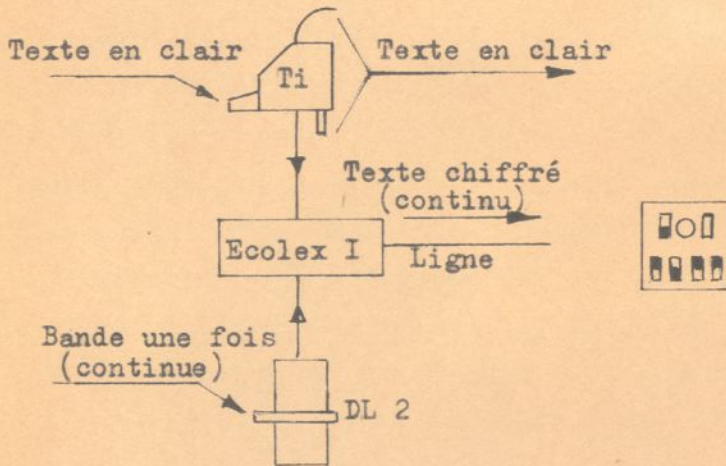
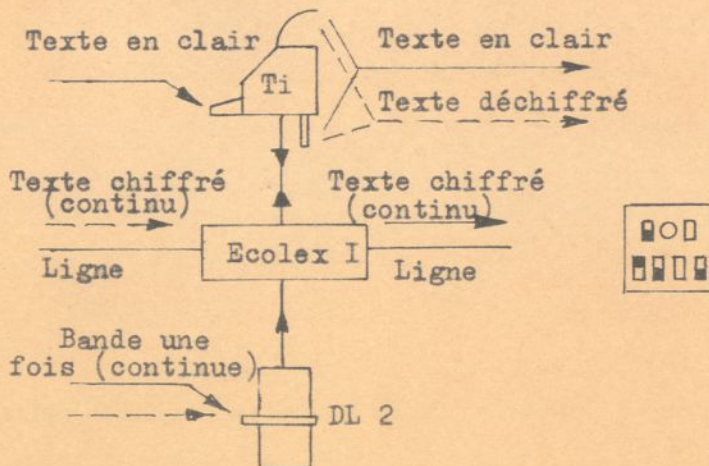

Fig.8. Chiffrage au moyen d'une bande une fois continue, avec utilisation du clavier.
Fig.9. Echange de messages chiffrés. Transmission et réception (en pointillé) montrées par même diagramme.
- c) Le chiffage avec "une bande une fois" continue et la transmission du texte chiffré à la ligne (fig. 6a) ou bien l'impression du texte chiffré sur feuille ou sur bande du téléimprimeur ou la perforation du texte chiffré dans la bande (fig. 6b); le déchiffrage de texte chiffré en série continue à la réception provenant de la ligne (fig. 7a) et le déchiffrage d'une bande perforée (fig. 7b); le chiffage avec "une bande une fois" continue en utilisant le clavier du téléimprimeur (fig. 8); l'échange de messages chiffrés (fig. 9).